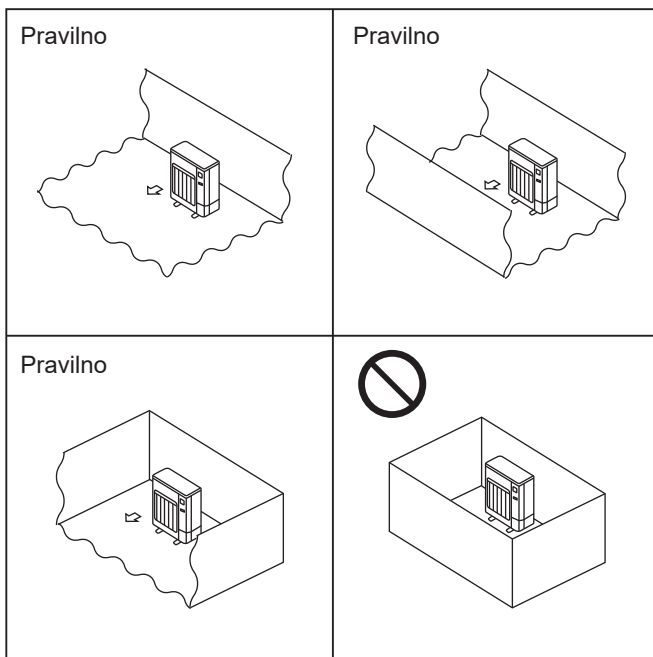

Fig. 2-1
- Postavite spoljne jedinice na mesto na kome je najmanje jedna od četiri stranice otvorena i na dovoljno velikom prostoru bez uvala. (Fig. 2-1)